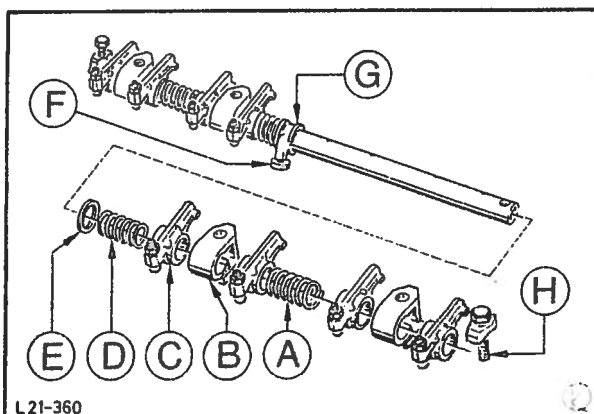

Fig. 151 Montering av vippearmaksel.
5. Påfør olje på vippearmakselen og monter komponentene på hver side av oljetilførselsforbindelsen i følgende rekkefølge, fig. 151: